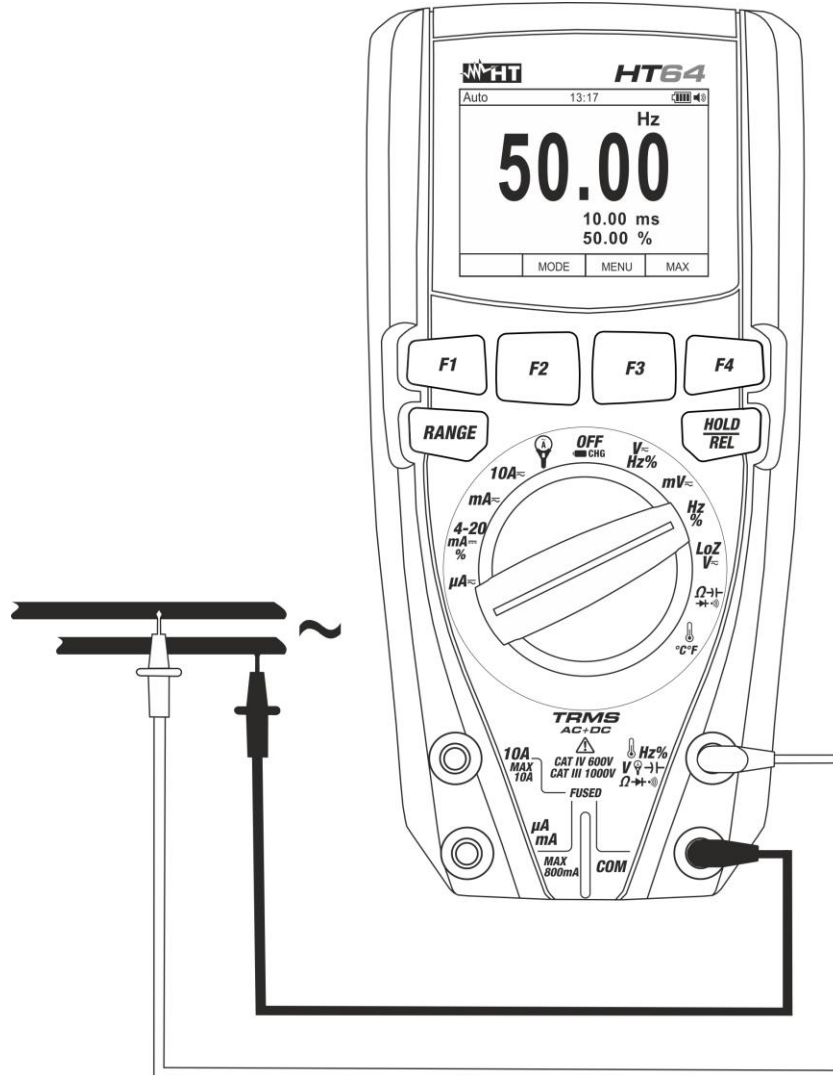

Abb. 25: Verwendung des Gerätes für Frequenz- und Duty Cycle-Messungen
4. Verbinden Sie die rote Messleitung und die schwarze Messleitung mit den gewünschten Messpunkten des zu messenden Kreises (siehe Abb. 25). Der Wert der Frequenz (Hz) oder des Duty Cycle (%) erscheint auf dem Display. Der Bargraph ist bei diesen Funktionen nicht aktiv.